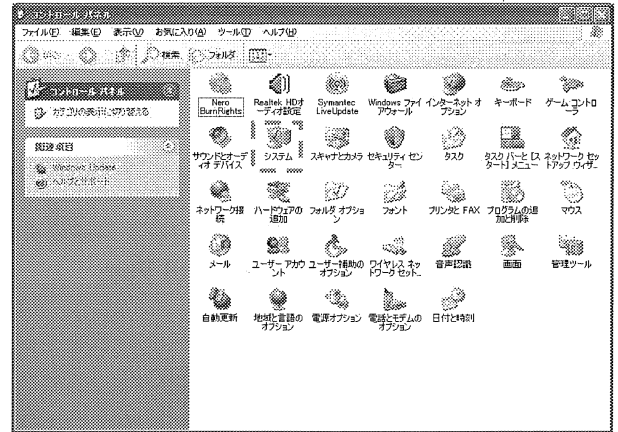

図 A.7 コントロールパネル
- ② 図A.7に示すように、コントローラからシステムを選択して開く(ダブルクリック)。